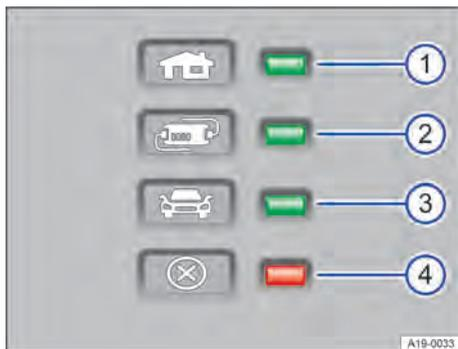

Fig. 163 Luzes de advertência e de controle no dispositivo de proteção do cabo de carregamento.
Uma ou mais luzes de controle do dispositivo de proteção se acendem em verde → Fig. 163 ①, ② e ③.
Se o carregamento for interrompido, o indicador operacional atual se apagará e uma das luzes de controle piscará em verde. A luz de advertência pisca em vermelho → Fig. 163 ④.
Se o carregamento for continuado com uma corrente de carga mais baixa, a luz de advertência → Fig. 163 ④ piscará em vermelho, além do indicador operacional. O cabo de carregamento precisa esfriar por algum tempo. A corrente de carga é automaticamente aumentada novamente.
Se a luz de advertência → Fig. 163 ④ piscar ou se acender em vermelho, sem que uma luz de controle → Fig. 163 ①, ② ou ③ do indicador operacional se acenda permanentemente, há uma avaria.